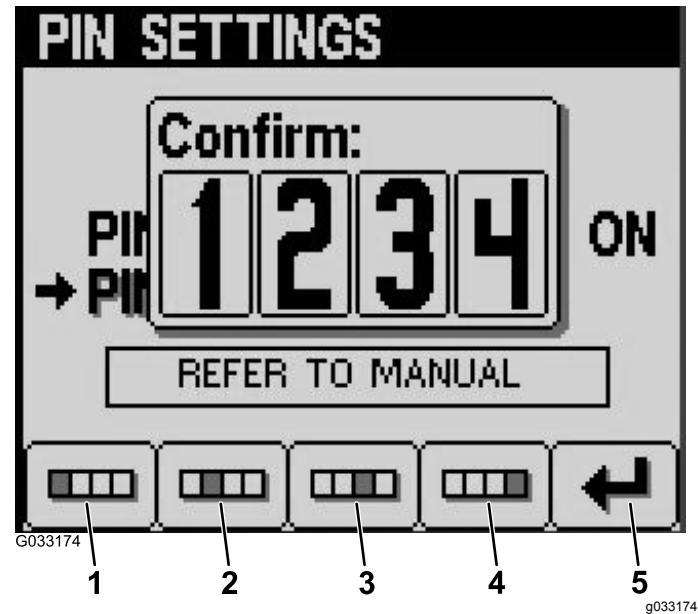

Figura 26
8. Confirme o PIN novo utilizando os botões 1 a 4 e prima o botão 5 quando concluir o PIN (Figura 26).